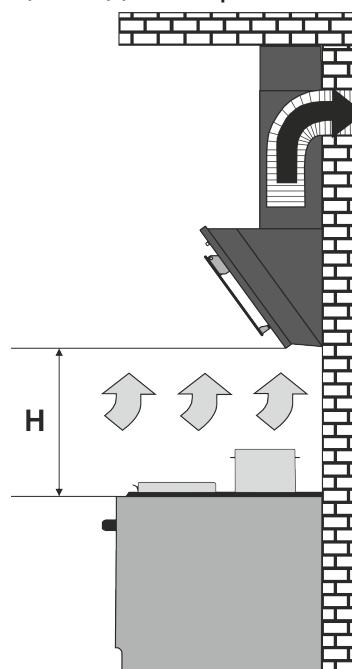

Рис.1
- в режимі відводу повітря в стаціонарний вентиляційну шахту (димохід) кухні з використанням гофрованих алюмінієвих повітроводів **Ø120мм - (рис.1)** ;
1.11 Увага! Витяжка монтується на стіні над електроплитами на віддалі **650-750мм**, а над газовими плитами на відстані **750-850мм** від робочої поверхні плити (рис.1).
4.5 При монтажі витяжки на необхідній настановній висоті Н над плитою (рис.1) для відводу повітря в вентиляційний канал використовувати повітровід Ø150/Ø120мм. Менший діаметр створить додатковий опір повітрю, що призведе до збільшення шуму і вібрації, а також до перегріву двигуна.
- в режимі відвodu повітря в димохід кухні (рис.1);
Нагадуємо, що висота установки витяжки над електроплитами повинна бути не менше 650мм, а над газовими – не менше 750мм (рис.1).